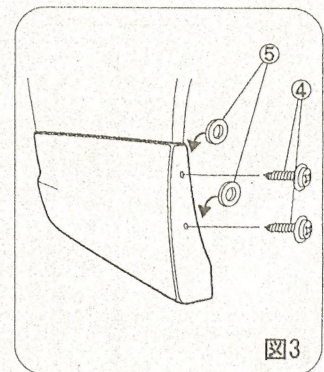
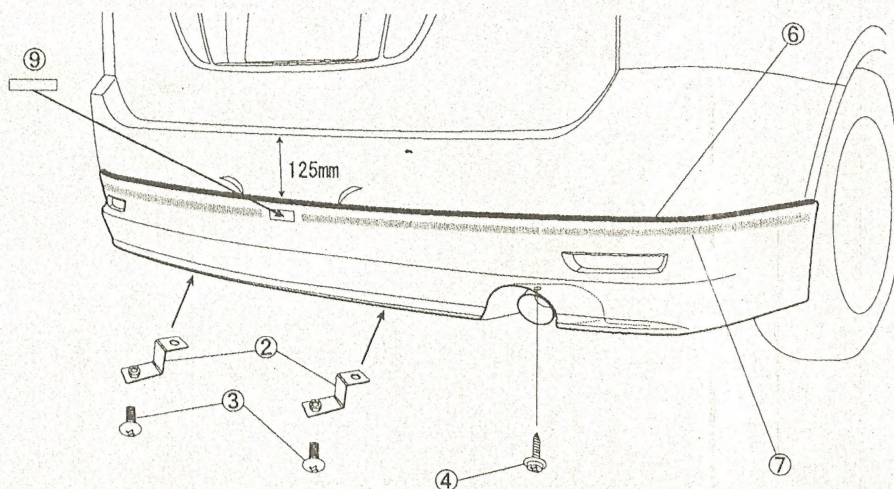

図3
図1
- ①製品本体をリヤバンパーに仮組みする。
- ②ロワーブラケットを車体中央部のバンパーとアンダーカバーを留めているファスナーを取り外し共締めする。
- ③①製品本体の取付位置をリヤバンパーにマーキングする。(図1参照)
- ④①製品本体をリヤバンパーから取り外し、⑥エンドモールと⑦両面テープの貼り付け面、及びバンパーの貼り付け面を脱脂した後⑧プライマー処理をする。
- ⑥⑦両面テープを貼り付ける。(図1参照)
- ⑦⑦両面テープの離型紙を切れ目より少し捲くり、剥がし易いように表面側に出しテープ等で留めておく。
- ①製品本体をリヤバンパーにかぶせ、マーキング位置に合わせる。
- ①製品本体を浮かせ離型紙を引っ張りながら徐々に剥がしつつ、中央部からタイヤ側に向かって押し当てながら浮きの無いように貼り付ける。
- ①製品本体の穴位置よりリヤバンパーにケガキ針で印をつけ、①製品本体とリヤバンパーの間に⑤ゴムワッシャーを入れ、④タッピングスクリューで締付する。〈左右4ヶ所〉(図3参照)
- ①スポイラーと②ロワーブラケットを③M6トラスボルトで取り付ける。
- ①製品本体のマフラー上部の取り付け穴より④タッピングスクリューを締め付ける。(図1参照)
- ⑥がたつきがないか確認する。
- ⑦ネームプレートを貼り付ける。